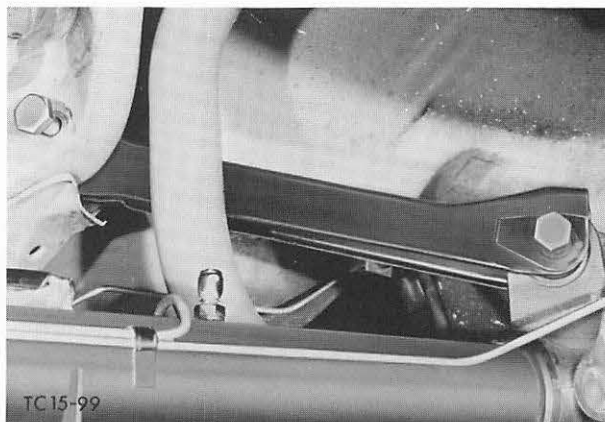

Abb. 29 Längslenker an Karosse und Achsgehäuse montieren
6. Längslenker an Karosse und Achsgehäuse montieren, dabei Achse leicht anheben oder absenken. Schrauben von außen nach innen einführen. Abb. 29. Muttern **noch nicht festziehen**.